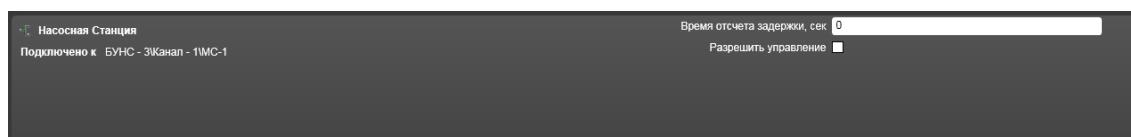

Рисунок 14.3.47 – Свойства устройства Насосная Станция
8) **Насосная Станция** (Рисунок 14.3.47).